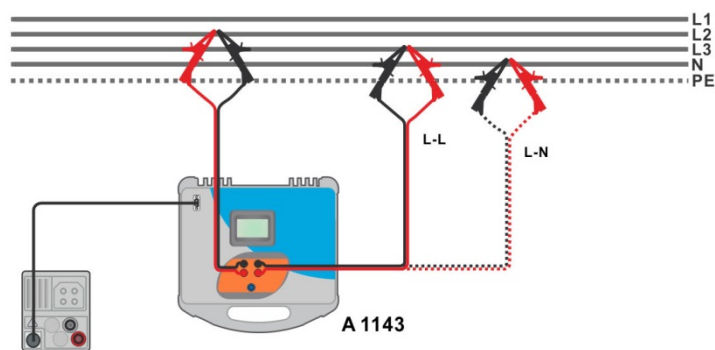

Рисунок 7.42: Высокоточное измерение полного сопротивления контура фаза - нейтраль или фаза – фаза с помощью адаптера A 1143.
- Подключите измерительные провода к испытываемому объекту, см. рисунок 7.42.